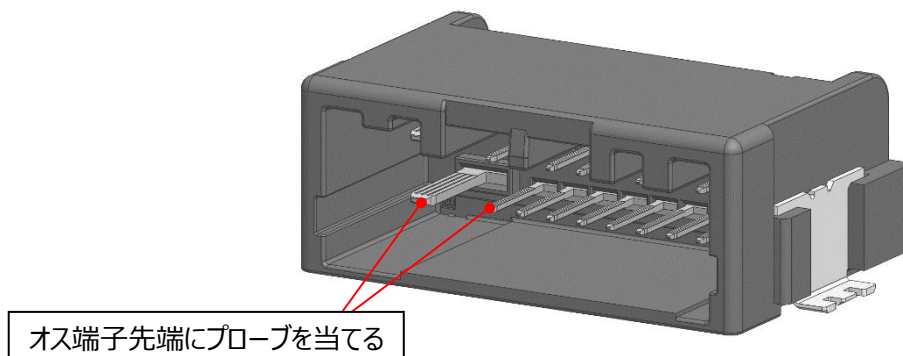

図 44.オス端子導通検査接点
- ①オスコネクタの導通検査を行う時は、オス端子先端に 0.5N 以下の荷重でプローブを当てて検査を行って下さい。0.5N 以上の荷重を加えた場合、オス端子変形の恐れがあります。(図 44 参照)
- ②端子に変形や傷が見られた場合は、使用せず、新品と交換して下さい。